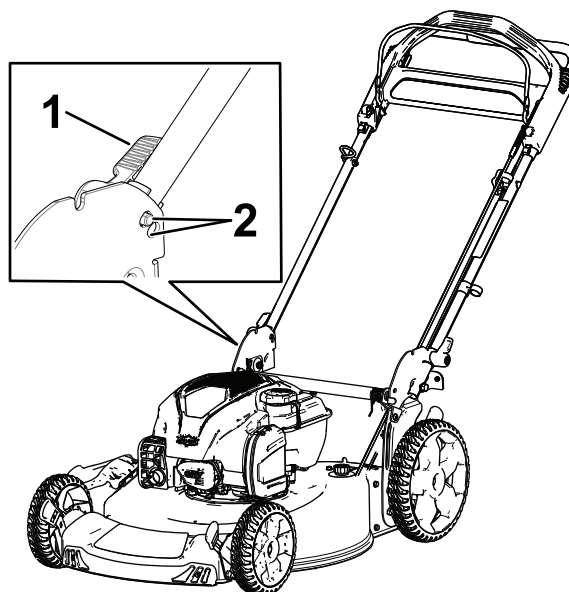

Figure 4
3. Placez le dispositif de verrouillage du guidon dans l'une des deux positions (Figure 4) jusqu'à ce que la goupille s'enclenche en place et verrouille le guidon en position d'utilisation.